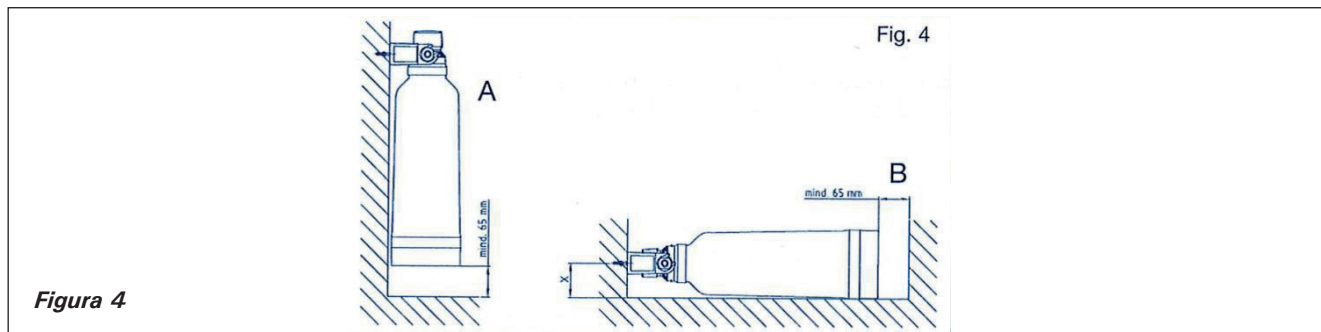

Figura 4
2. El sistema de filtrado puede utilizarse vertical u horizontalmente (consulte la Figura 4).
3. La distancia entre el cartucho del filtro y el suelo o la pared opuesta debe ser de al menos 65 mm para que haya suficiente espacio para instalar el cartucho (consulte la figura 4). Cuando el cartucho del filtro se instale horizontalmente, asegúrese de que el cartucho se ajuste bien al suelo.
2. Il sistema di filtraggio può essere utilizzato in verticale o in orizzontale (vedere la Figura 4).